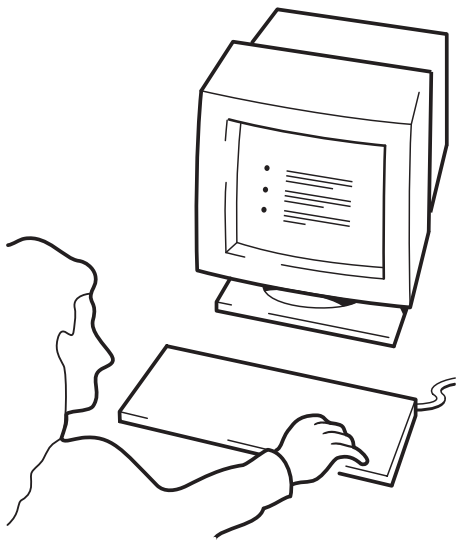

图 10c: hp obdr, 第 3 步
- 3 按照屏幕上的指示设置操作系统。（见图 10c。）通常，您可以接受对所有提示的默认响应，例如只需按下 <Enter> 键。